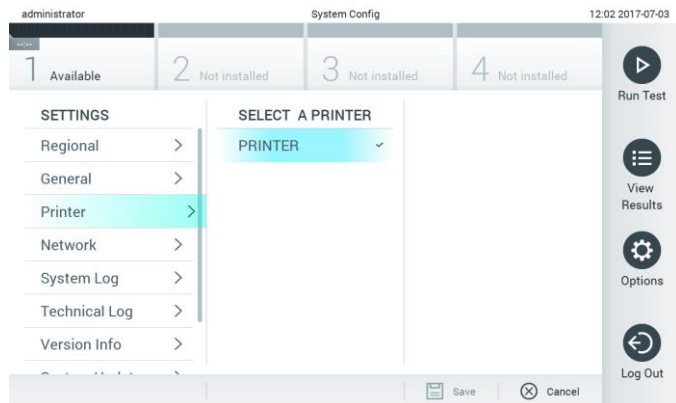

Figura 61. Selectarea unei imprimante a sistemului.
3. Selectați o imprimantă din lista de imprimante disponibile (Figura 61).